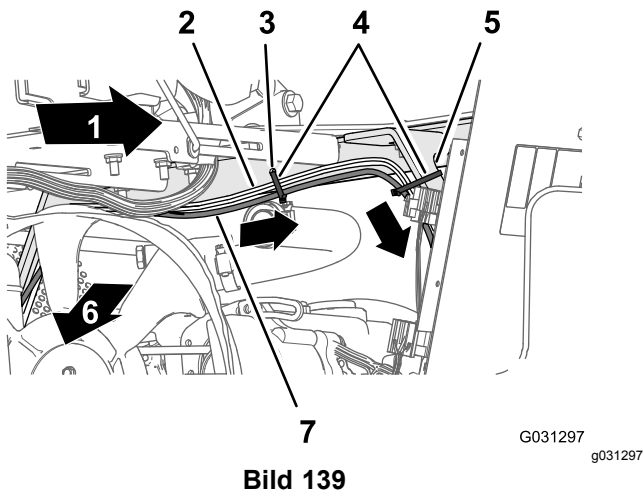
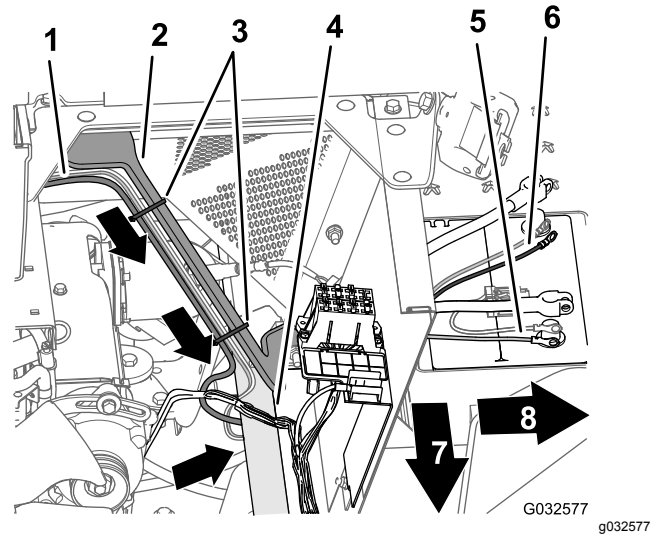

Bild 139
Bild 140
3. Verlegen Sie den 220-cm-Zweig des elektrischen Kabelbaums für das Navigationssystem nach unten, entlang der linken Stütze für die Motorhaube und unter dem linken Rahmenrohr (Bild 139).
4. Befestigen Sie den Kabelbaum mit drei Kabelbinden im Loch im Sitzkastenwinkel und in der Motorhaubenstütze (Bild 139 und Bild 140).
5. Verlegen Sie die 10-A-Sicherung und die positiven und negativen Kabelschuhe des 220-cm-Zweigs des elektrischen Kabelbaums für das Navigationssystem zur Oberseite der Batterie (Bild 140).